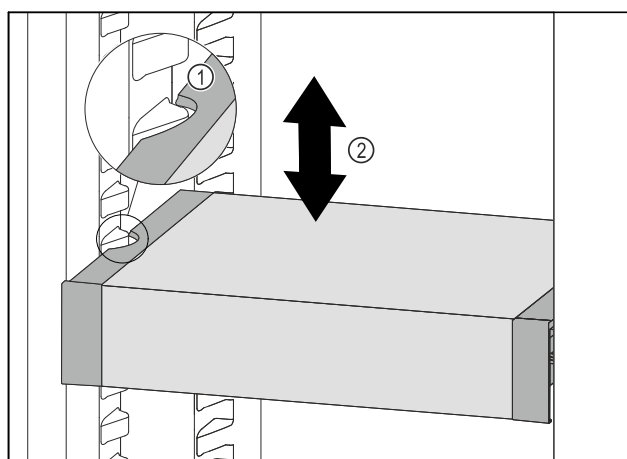

Fig. 183
- Predal VarioSafe povlecite v smeri naprej, dokler nista stranska izreza predala VarioSafe na višini nastavka za posodo v hladilniku. Fig. 183 (1)
- Predal VarioSafe premikajte v hladilniku gor ali dol, dokler ne dosežete želene višine. Fig. 183 (2)